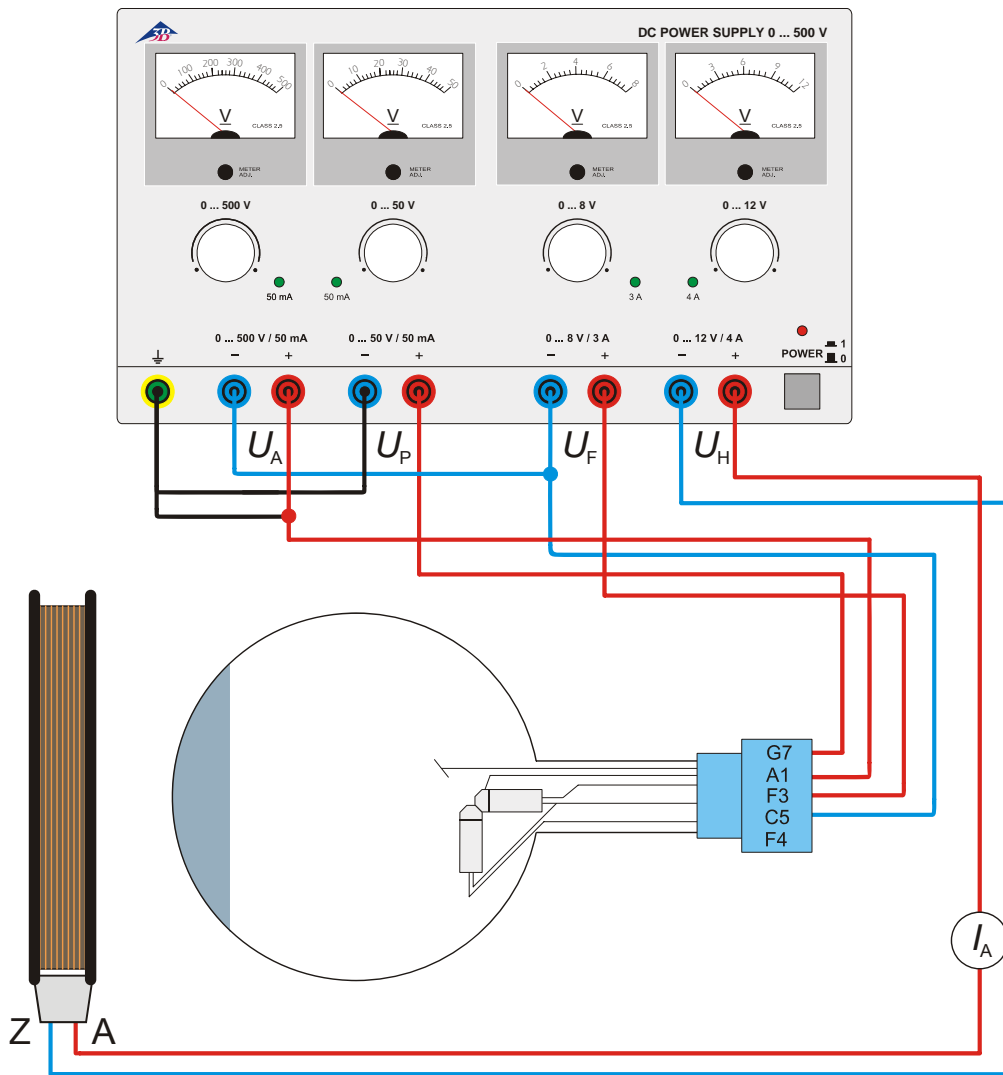

Fig. 5 O efeito de um campo magnético axial
- Efetuar a conexão do tubo conforme a fig. 5.